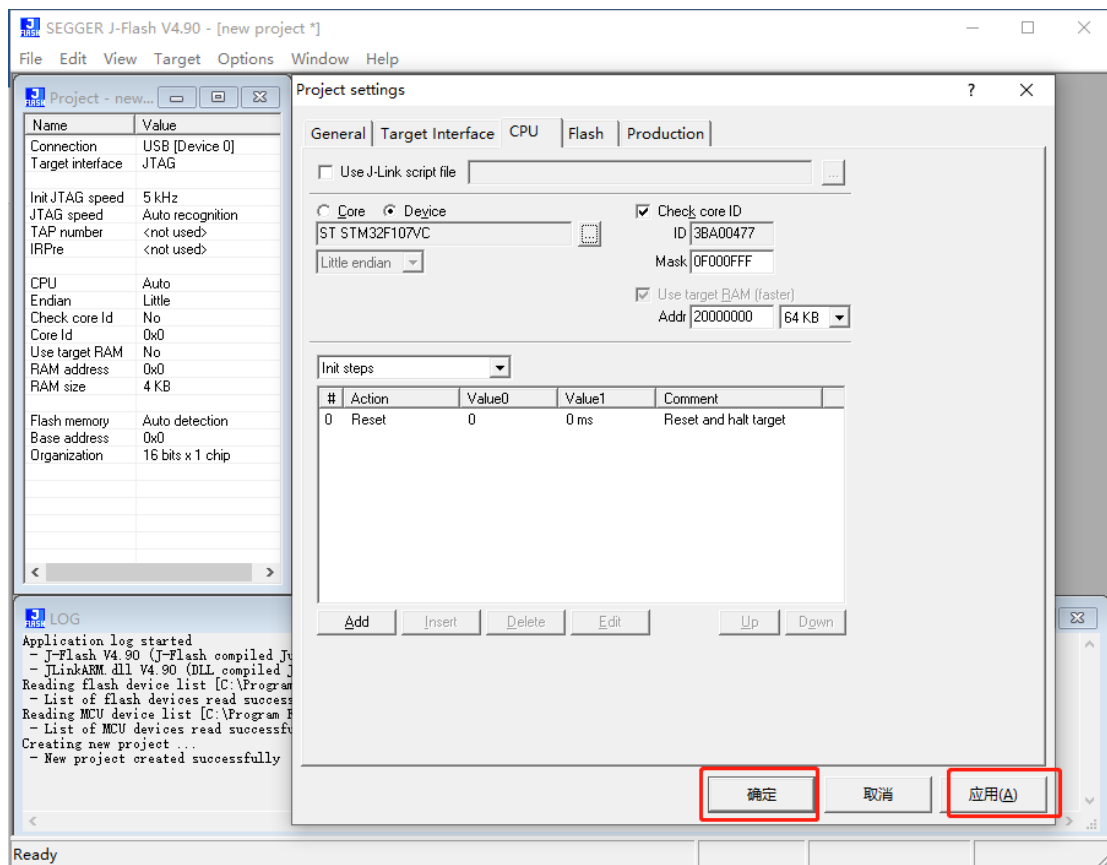

图 6
- 4 参数设置完成后，点击应用按钮，然后再点击确定按钮。如图 6